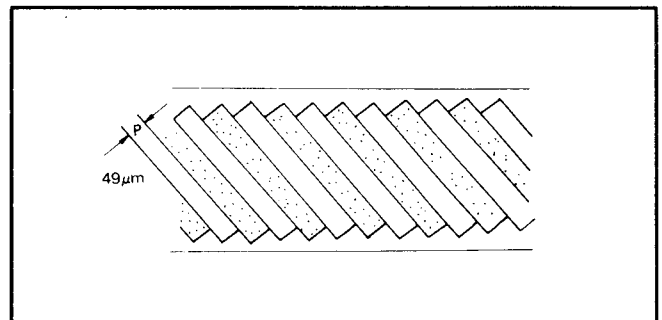

Abb. 2 Spurschema des VHS-Systems
Um die erforderliche Bandlänge pro Zeiteinheit zu reduzieren, wurde beim VHS-System die Videospurbreite (T) verringert, wobei gleichzeitig auf den Rasen (G) vollständig verzichtet wurde, wie es in Abb. 2 dargestellt ist. Durch diese Maßnahme konnte die Videospurteilung auf etwa $1/3$ des herkömmlichen Wertes reduziert werden.